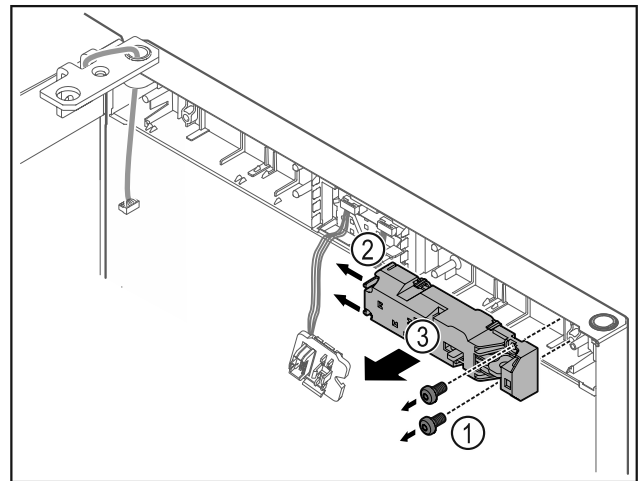

Fig. 17
- ▶ Schroeven Fig. 17 (1) verwijderen.
- ▶ Grendelnokken Fig. 17 (2) opzij drukken en afstandsslot Fig. 17 (3) verwijderen.